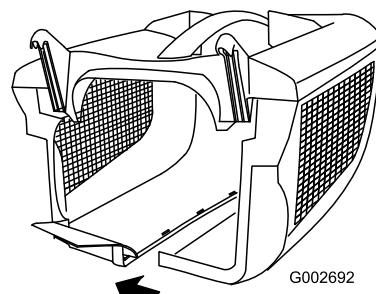

Figura 9
3. Empezando por detrás, alinee las restantes pestañas/ranuras de los laterales y engáncelas presionando (Figura 9).